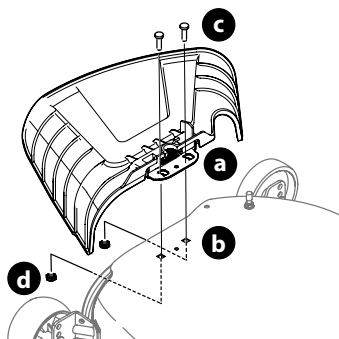

Figure 8
3. Utilisez les deux boulons de carrosserie (c) et les deux écrous à bride (d), fixez le déflecteur de goulotte au plateau de coupe (Figure 8). Serrez entre 18,5 et 23 N·m (170 et 200 po·lb) (Figure 8). Passez au réglage des roues du plateau de coupe.